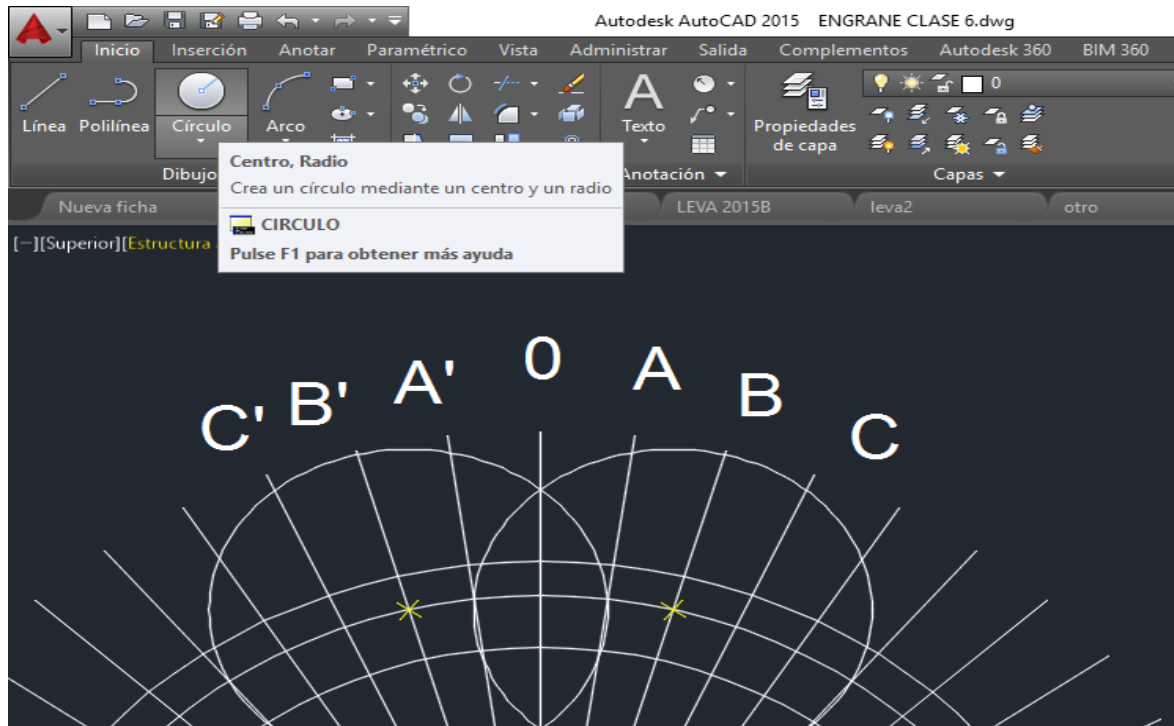

Figura 3.
6.- Dibujar un círculo cuyo punto central quede en la intersección del círculo primitivo y el rayo rotulado B y con el radio definido como la intersección del círculo primitivo y del rayo rotulado A'; ahora dibujar un círculo cuyo punto central quede en la intersección del círculo primitivo y el punto rotulado B' como punto central y la intersección en A como radio ver figura 3.